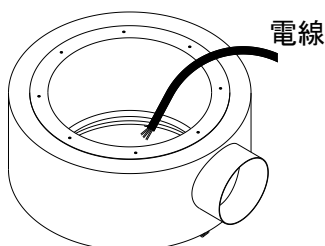

図12
- ②排気ダクト取付カバーの上部中央から電線を通して、「電源配線」を参考に端子台に配線して下さい。(図12)